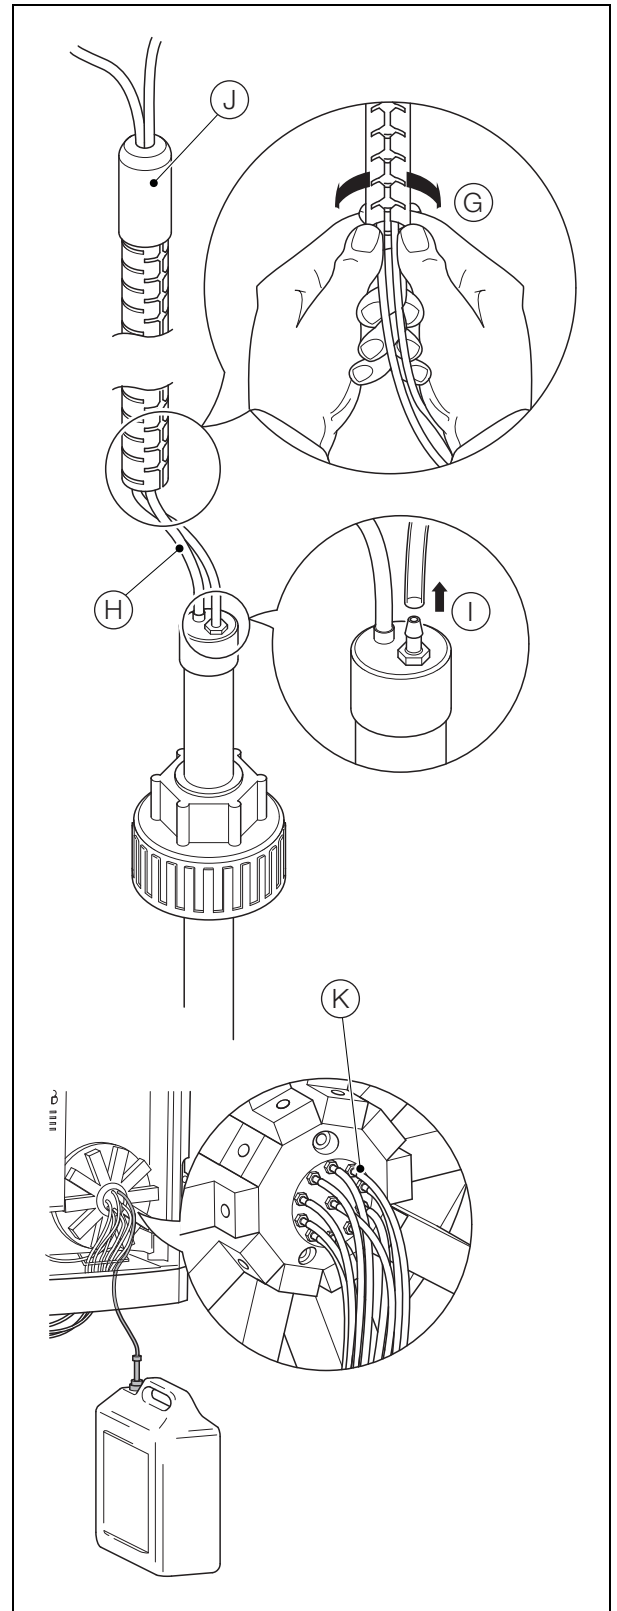

Fig. 13.7 Substituir o tubo de reagente
4. Tendo por referência a Fig. 13.7:
- b. Retire a proteção em espiral (G) do tubo de reagente e do cabo de sensor de nível (H).
- c. Desligue o tubo do sensor de nível (I) e remova o tubo da capa de borracha (J).
- d. Introduza os novos tubos através da capa de borracha (J) e encaminhe os tubos para o analisador conforme indicado no passo a. Ligue os tubos ao conector R1 no coletor da válvula (K).
- e. Volte a colocar a proteção em espiral (G).
- f. Corte os tubos com o tamanho pretendido e ligue-os ao sensor de nível (I).